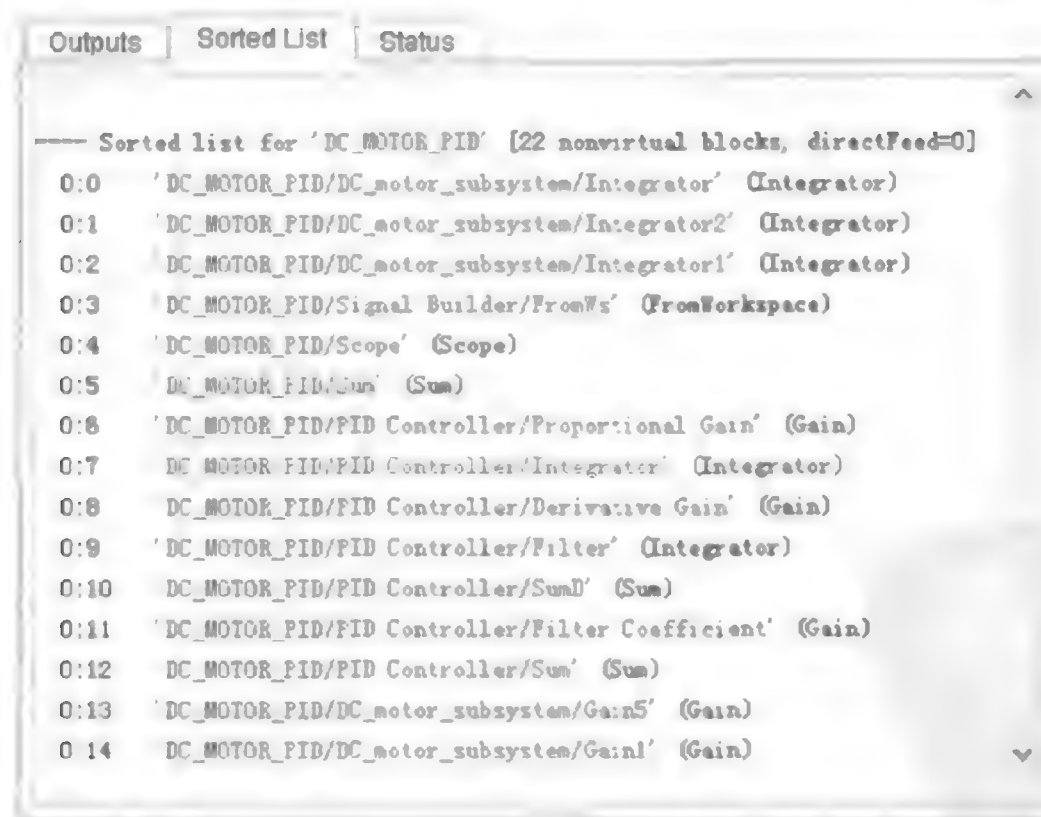

图 2.3.17 Sorted List 选项卡
(1) 显示模块执行顺序。GUI 界面的 Sorted List 选项卡显示了模型中的每个模块和非虚子系统。该界面列出了各模块的执行顺序及模块 ID 号, 如图 2.3.17 所示。